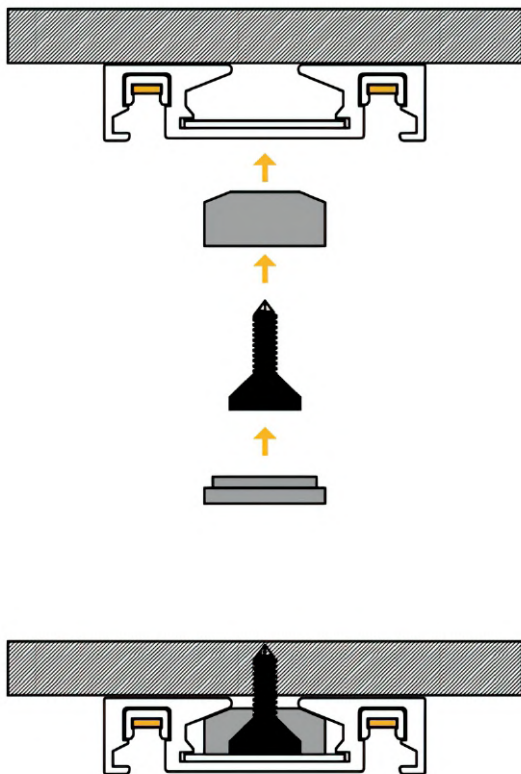

РИС. 4
- ▶ Шинопровод устанавливается на любую ровную поверхность. (Рис. 4)
- ▶ 4.2. Закрепите шинопровод на поверхности при помощи саморезов. (Рис. 4)